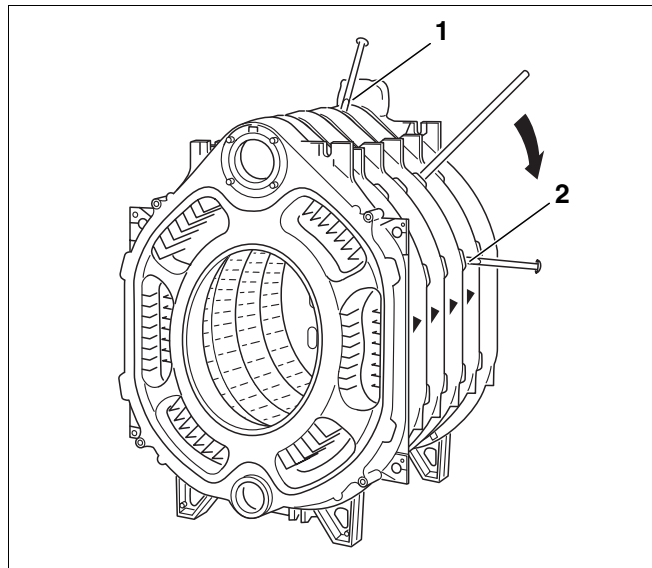

Fig. 22 Deling av kjelblokken
- Del kjelen på det utette stedet ved å slå inn flate kiler eller meisler på de tilsvarende stedene (fig. 22, **pos. 1 og 2**), oppe og nede mellom elementene.